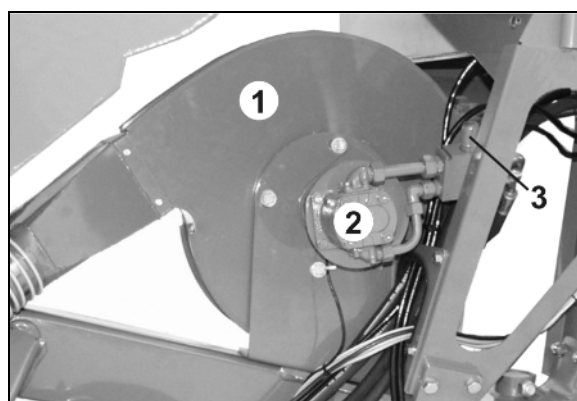

Fig. 28
- Strigletænder (Fig. 28/1)
- Trykruller (Fig. 28/2).